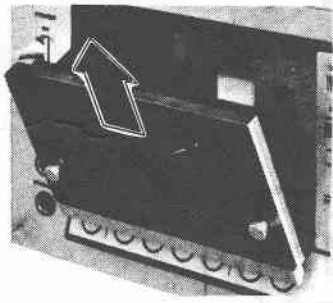

Fig. 1 Abb. 1
1. Cassette lid (Fig. 1)
1. Cassettenfachdeckel (Abb. 1)
1. Volet de cassette (Fig. 1)